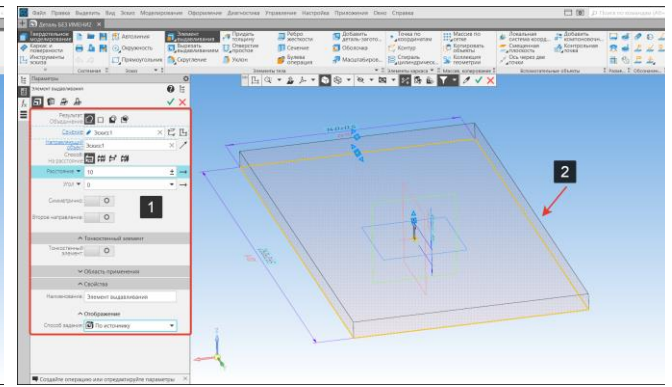

Рисунок 50 – Фантом команды Элемент выдавливания
С левой стороны экрана в окне параметры (1) отобразятся настройки команды выдавливания, а в графической части фантом (2) трехмерной модели (Рисунок 50);